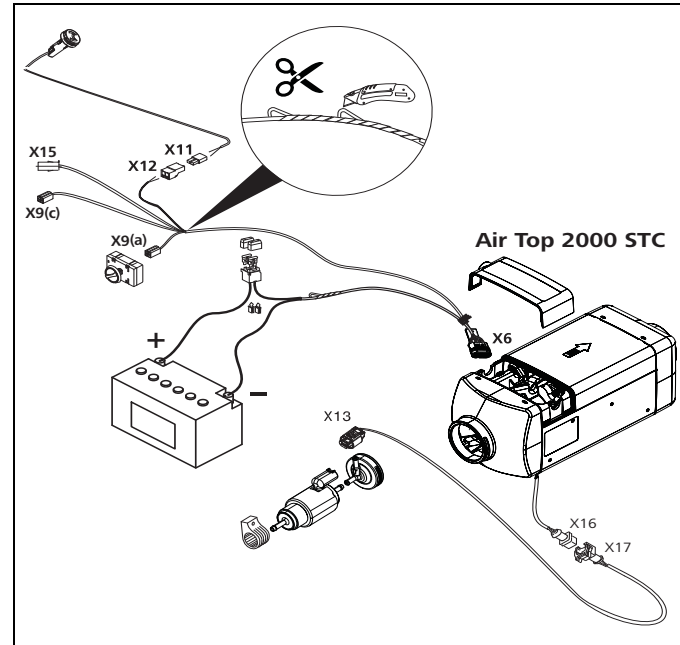
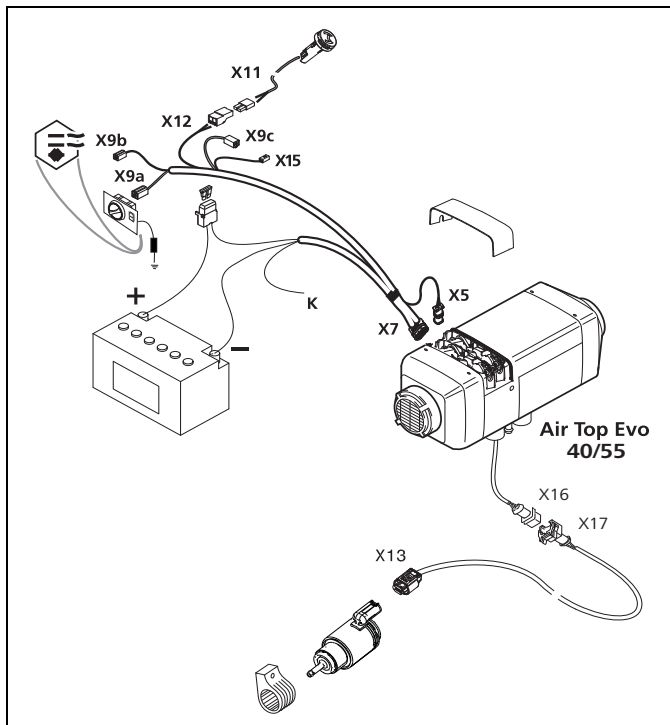

bild 32 Kabelstam Air Top 2000 STC
bild 33 Kabelstam Air Top Evo 40 / Air Top Evo 55
Bild 32 och Bild 33 visar kabelstammarna för Air Top 2000 STC och Air Top Evo 40 / Air Top Evo 55
- Kabelstammen till Air Top Evo 40 / Air Top Evo 55 har ledningen K (Bild 33, färg röd/svart (rt/sw)) för alternativ användning av en batterifrånskiljare eller en extra driftindikering. Isolera ledningsändan om den inte behövs.